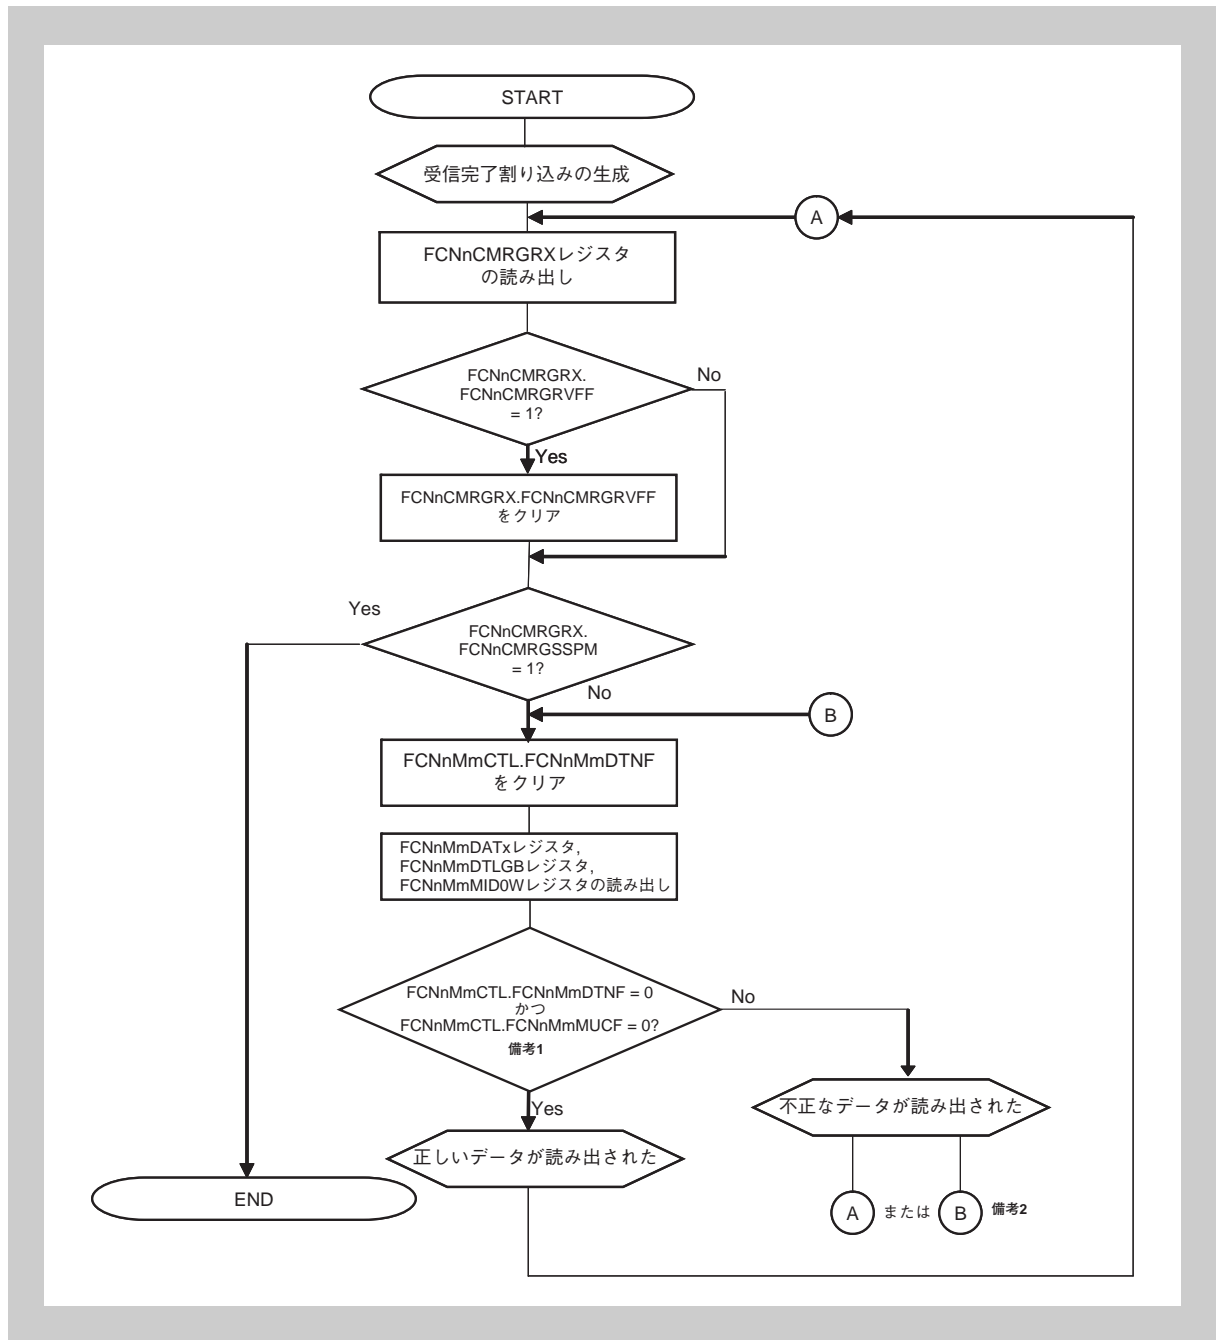
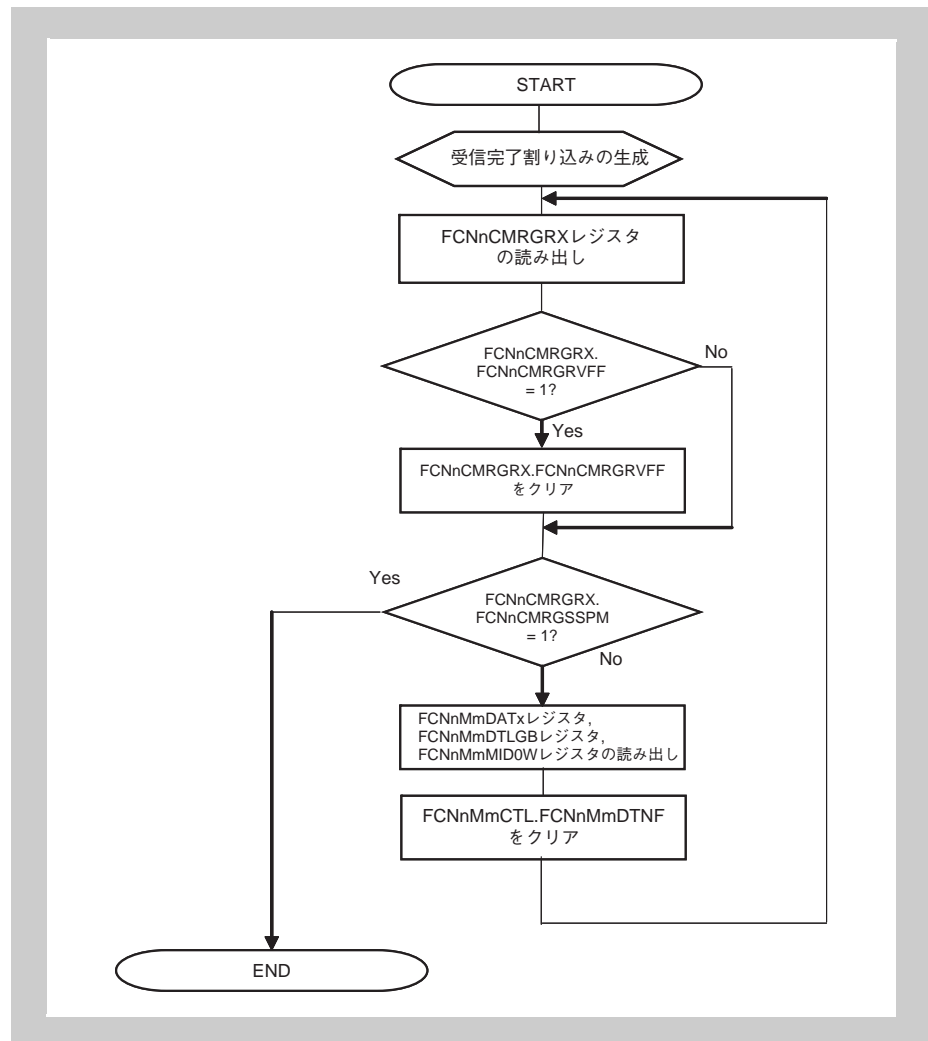

図 17-33 割り込みを利用した受信 (FCNnCMRGRX レジスタを利用)
図 17-34 割り込みを利用した受信 (FCNnCMRGRX レジスタを利用) の別の方法
5. 図 17-33 「割り込みを利用した受信 (FCNnCMRGRX レジスタを利用)」の方法は、代わりに図 17-34 「割り込みを利用した受信 (FCNnCMRGRX レジスタを利用) の別の方法」の方法を利用することができます。